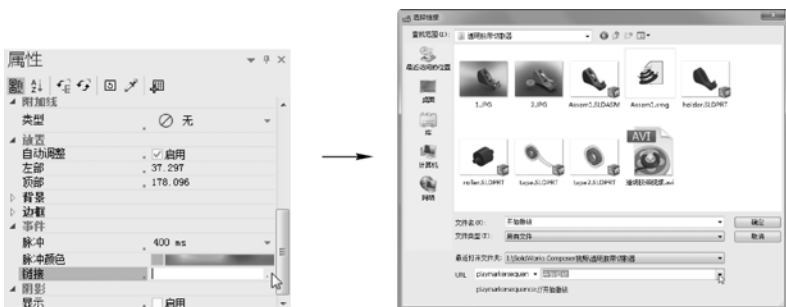

图 8-80 设置 2D 文本链接到标记
STEP 4 继续在左侧属性窗格中，在事件的“脉冲”下拉列表中选择“400ms”，设置为每 400ms 的时间按钮闪烁一次；然后单击“链接”文本框右侧的打开对话框按钮，打开“选择链接”对话框，在“URL”下拉列表中选择“playmarkersequence://”项（表示跳转到标记），在右侧“标记”下拉列表中选择“开始播放”标记，如图 8-80 所示，完成设置。